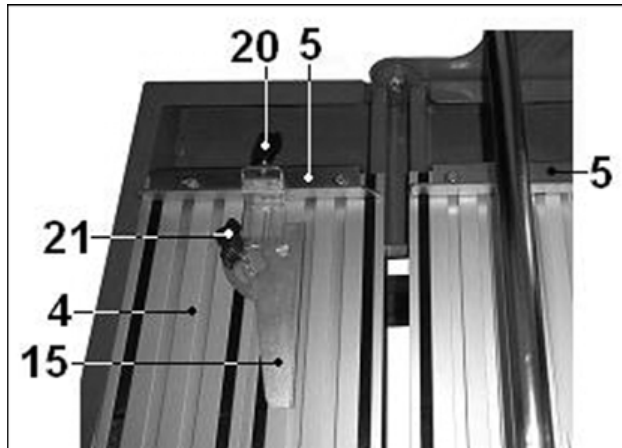

Рис. 6
9.3. Установка углового упора (Рис. 6)